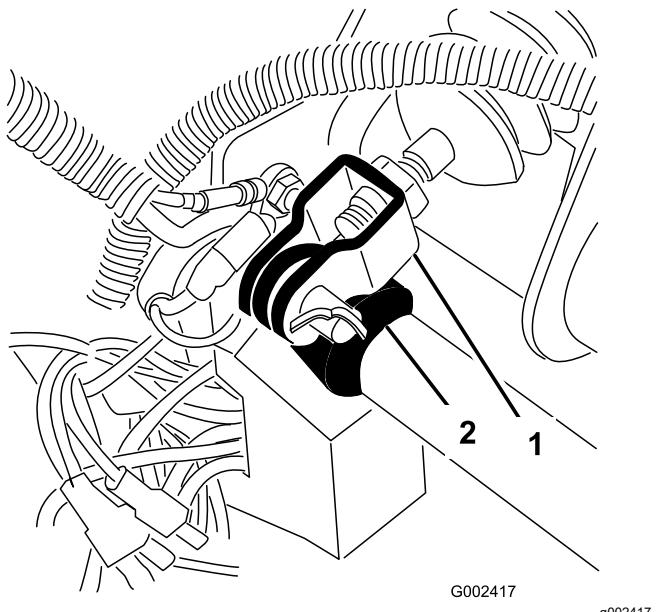

図 65
1. マスターシリンダのヨークをブレーキペダルのピボットに固定しているコッターピンとクレビスピンを取り(図 65)。